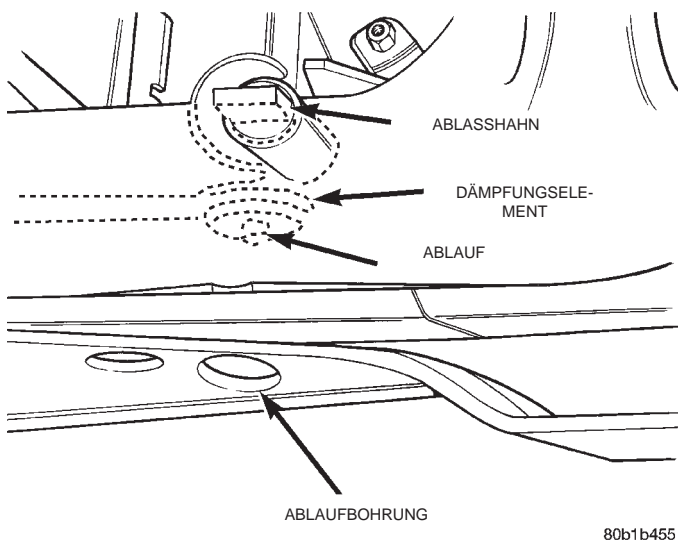

Abb. 12 Lage des Kühlerablasshahns
(1) Den Kühlerablasshahn öffnen, der sich unten rechts am Kühler befindet (Abb. 12). Das Kühlmittel läuft durch das Kühler-Dämpfungselement an der rechten Unterseite ab. **Zum Öffnen des Ablasshahns keinesfalls eine Zange verwenden.**
(2) Den Deckel des Kühlmittel-Ausgleichsbehälters abschrauben und das Thermostat-Entlüftungsventil öffnen.
(3) Die Ablassschrauben am Motorblock unter den Auspuffkrümmern lösen.